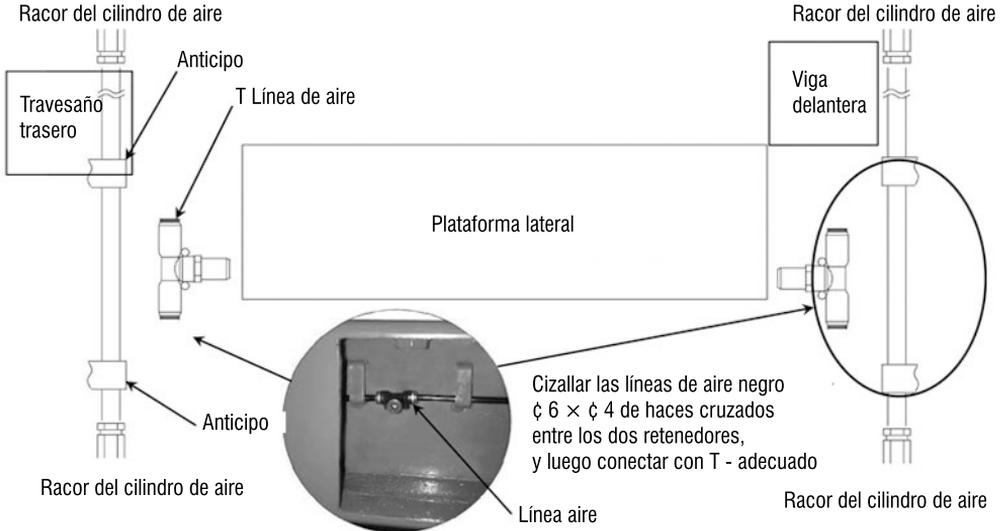

Fig. 26
1. Cortar las líneas de aire negro de  $\varnothing 6 \times \varnothing 4$  de haces cruzados entre los dos retenedores, y luego conectar con T-Fitting (ver Fig. 26).